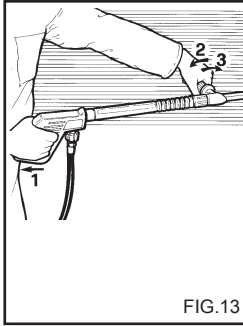

FIG.13
BENUTZUNG DER DOPPELSTAB-PELTEN LANZE (Fig.13).
2) Den Hochdruckreiniger anlaufen lassen, den Reinigungsmittelhahn (falls vorhanden) aufdrehen, die Steuerung für das Absaugen des auf der Lanze (fig.13) vorhandenen Reinigungsmittels betätigen und nun das Mittel von unten nach oben auf der ganzen, zu reinigenden Oberfläche verteilen. Ein paar Minuten lang einwirken lassen.